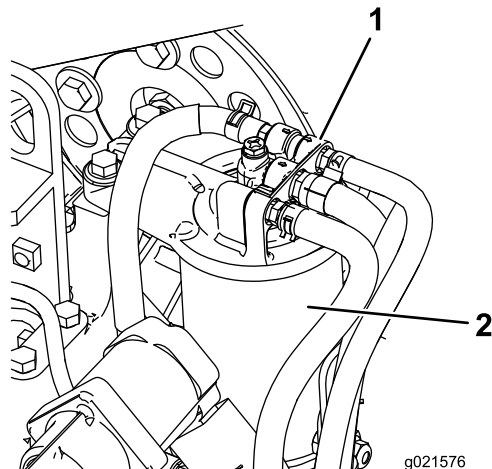

Figura 87
1. Pulite le superfici circostanti la testa del filtro del carburante (Figura 87).
2. Togliete il filtro e pulite la superficie di montaggio della testa del filtro (Figura 87).